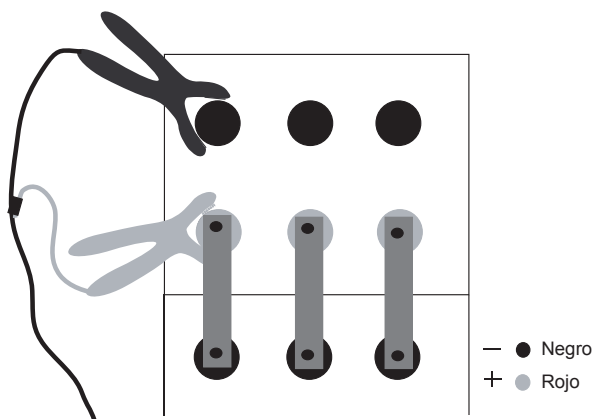

Figura 5: Conexión del cable a los bornes del vaso
1. Conecte la pinza negra o la punta del electrodo al terminal negro (–). Consulte la *figura 5*.